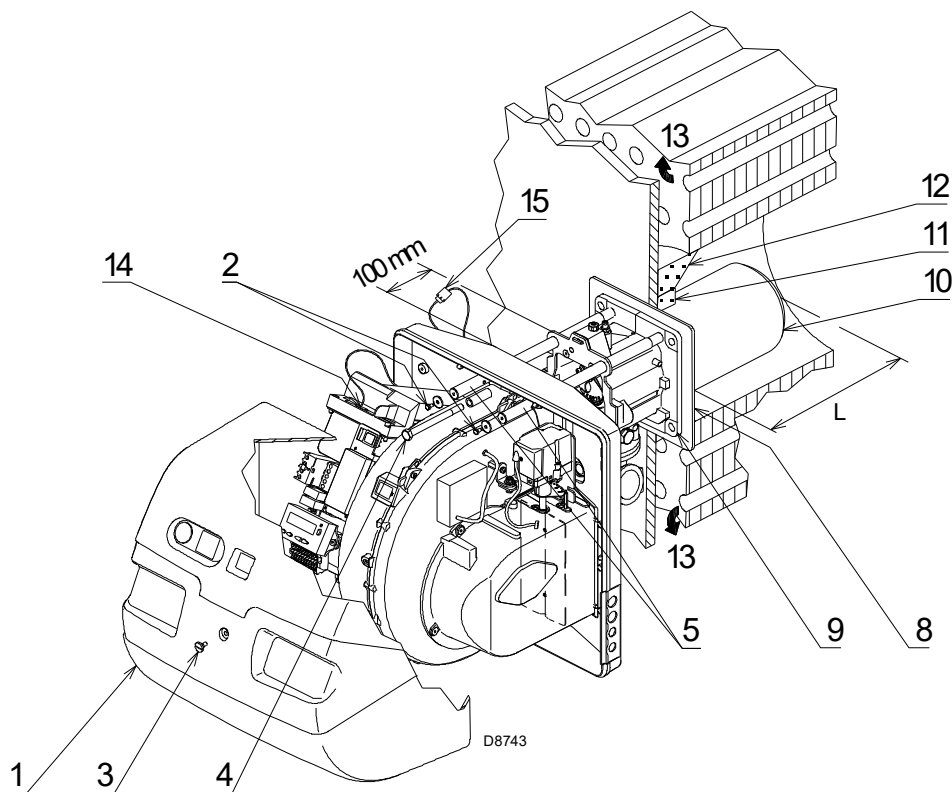

Fig. 16
Para calderas con paso de humos delantero 13)(Fig. 16 a pág. 22), realizar una protección de material refractario 11), entre el material refractario de la caldera 12) y el tubo llama 10). Esta protección debe permitir el desplazamiento del tubo de llama.
Separar el cabezal de combustión del resto del quemador, como en la Fig. 16; proceder de la siguiente manera:
En este punto de la instalación el cabezal de combustión se fija a la caldera como en la Fig. 16.
- conectar el conector macho del servomotor 14)(Fig. 16 a pág. 22) y enroscar el anillo pasacable 15);